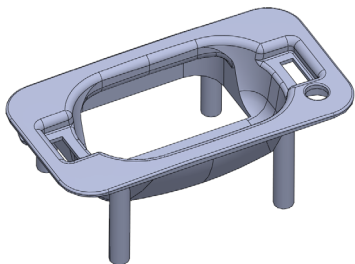

图 8-57 打开素材模型
(1) 单击常用工具栏中的【打开】按钮，打开一幅素材模型，如图 8-57 所示。